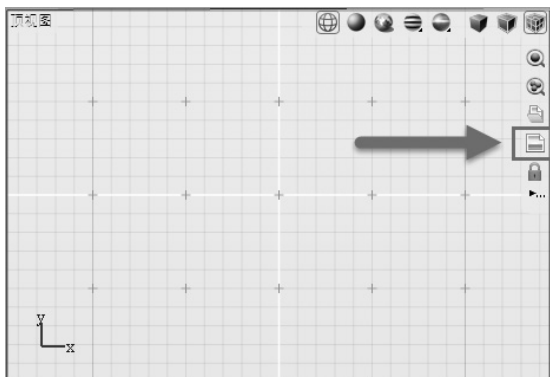

图 2-12 背景图像图标
- 3) 单击视图右侧设置背景图像的图标，如图 2-12 所示。